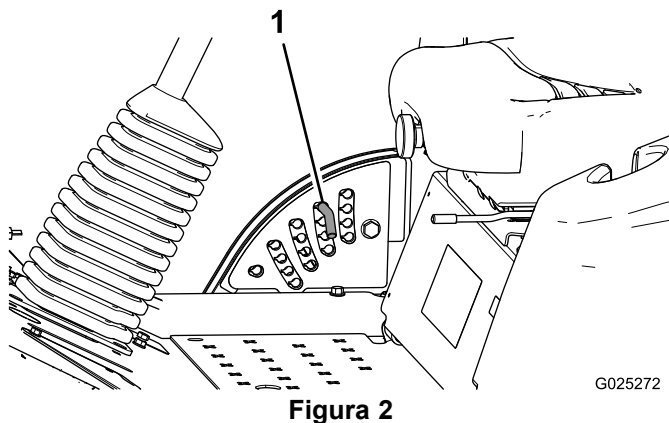

Figura 2
2. Para ajustar, rode o pino de bloqueio até que o pino do mesmo fique alinhado com as ranhuras nos orifícios no suporte da altura de corte e remova-o (Figura 2).
3. Seleccione um orifício, no suporte da altura de corte, que corresponda a altura de corte desejada, insira o pino e rode-o para o bloquear no lugar (Figura 2).
Nota: Existem duas filas de posições de orifícios (Figura 2). A fila de cima dá-lhe a altura de corte indicada por cima do pino. A segunda fila dá-lhe a altura de corte indicada mais 6 mm. A terceira fila dá-lhe a altura de corte indicada mais 13 mm. A fila de baixo dá-lhe a altura de corte indicada mais 19 mm. Para a posição de 127 mm só existe um orifício,